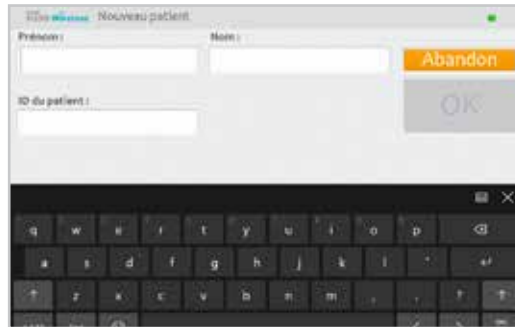

Figure 8-14 : Fenêtre Nouveau patient
2. Pour les nouveaux patients, entrez leur nom et prénom (lettres uniquement) dans la fenêtre Nouveau patient et affectez-leur un ID de patient (1-14 caractères). Tous les champs doivent être remplis. Appuyez ensuite sur **OK**. Reportez-vous à la Figure 8-14.